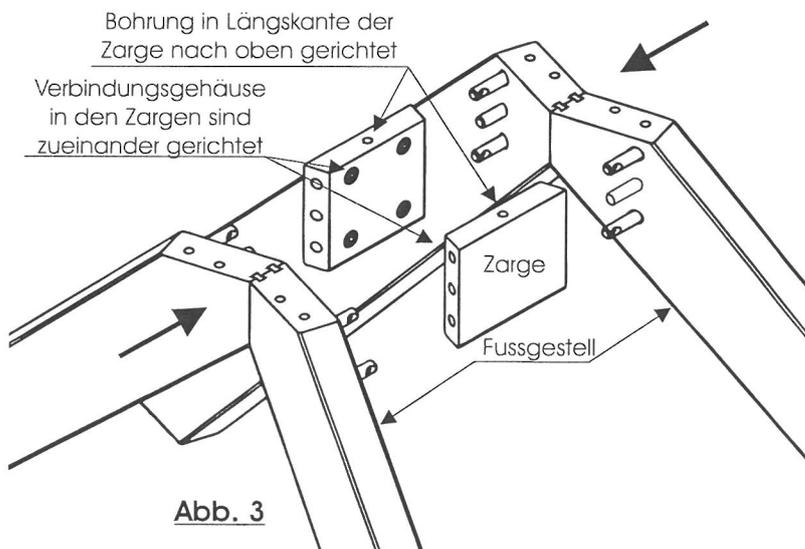

Abb. 3
- Fügen Sie die beiden Gestelle und die beiden Zargen zusammen. Achten Sie darauf, dass die Verbindungsgehäuse zueinander stehen und dass die einzelne Bohrung in der Längskante der Zarge nach oben gerichtet ist. (Abb. 3)